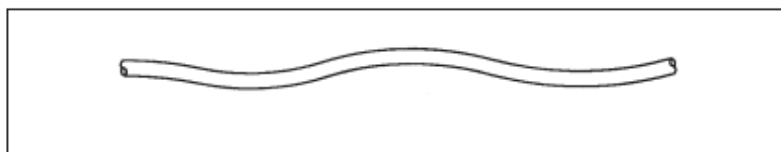

Figura 3
- Uma superfície ondulada. Veja Figura 3.